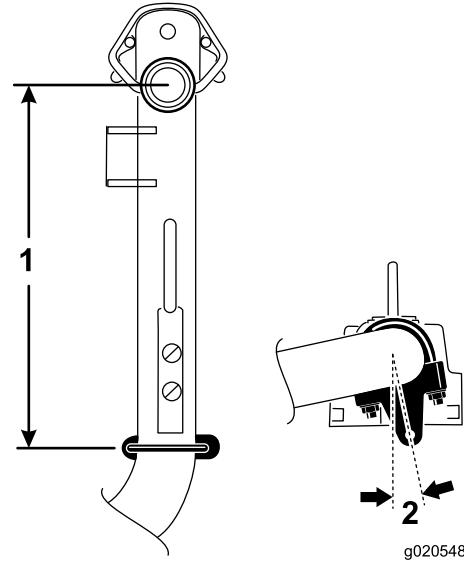

図 7
5. 昇降アーム 6 番、7 番で、プラケットと U ボルトを、ピボットナックルのセンター ラインから後ろに 36.8cm さがった位置にセットする図 7。